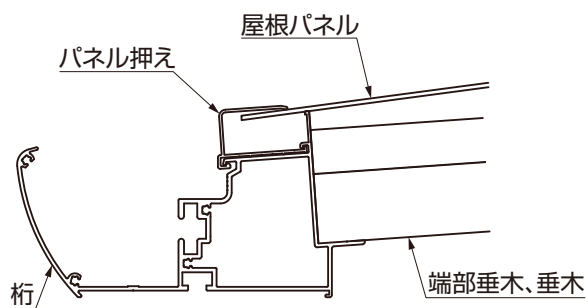

図7-4
- ① パネル押えをスパンの中央にスライドさせてください。
- ② 屋根パネルをパネル押えに差込みます。（図7-4参照）